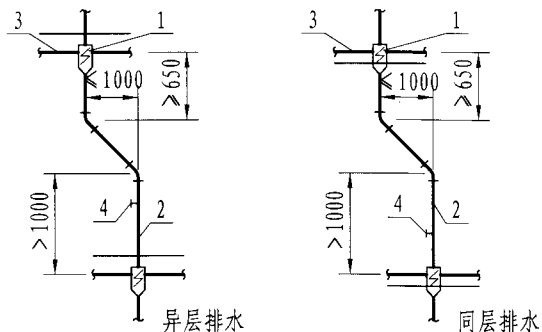

图3 偏置距离 $\leq 1\text{m}$ 时, 45° 弯头连接方式
1) 偏置距离小于或等于1m时,如图3所示采用45°弯头连接;